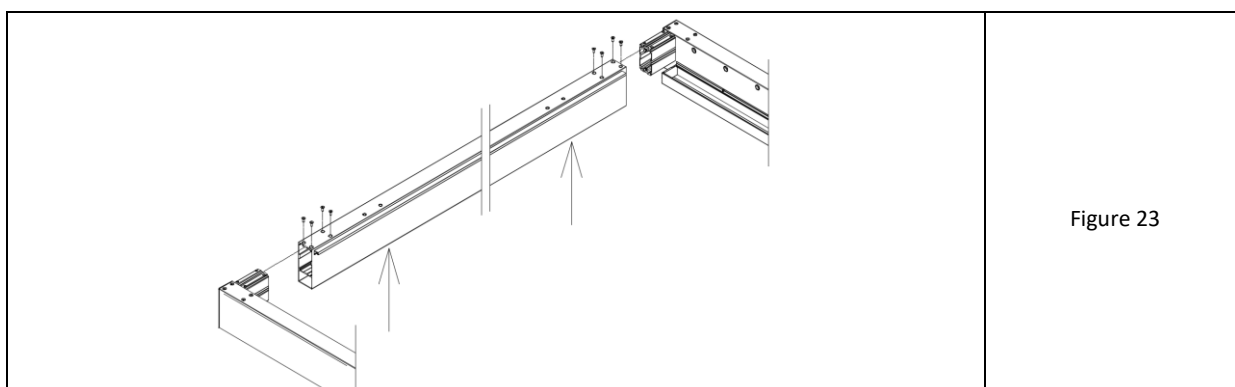

Figure 23
2. Poussez les poutres longitudinales l'une après l'autre dans la chambre des poutres murales (fig.23).